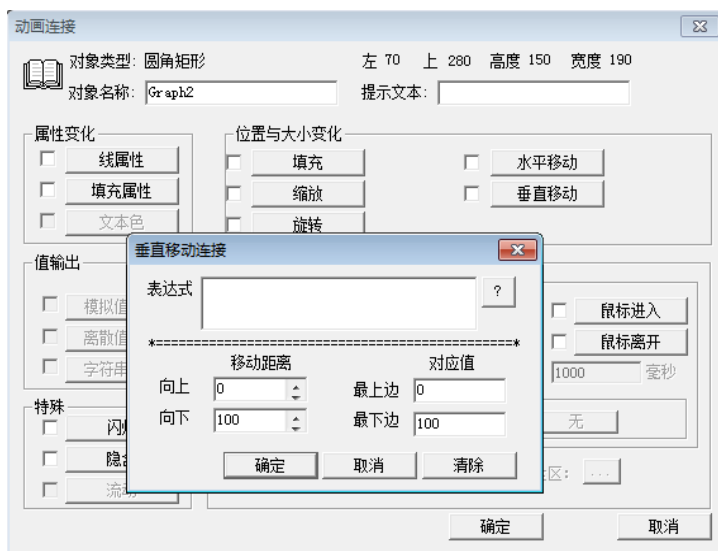

图 7.69 垂直移动动画连接
- ◇ 当鼠标箭头向上移动到上边界后，单击鼠标左键，鼠标形状变为向下的箭头，表示当前定义的是运行时图素由起始位置向下移动的距离，垂直移动鼠标，箭头随之移动，并画出一条垂直移动轨迹线，当到达垂直移动的下边界时，单击鼠标左键，弹出垂直移动动画连接对话框。如下图 7.69 所示。